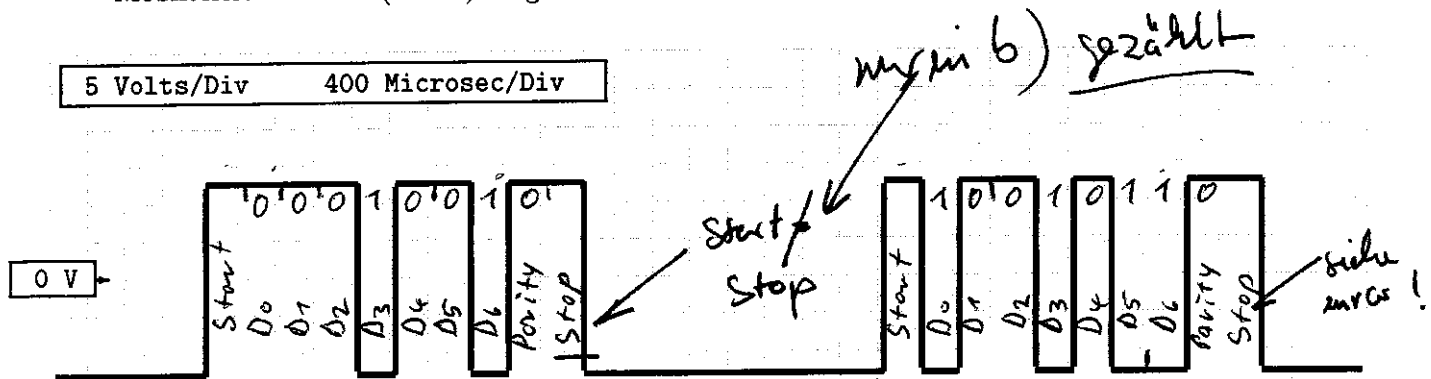

Bild 1: Anzeige des Speicheroszilloskops
a) Benennen Sie alle Bits (Namen und Wert) in der Signaldarstellung im Bild 1.